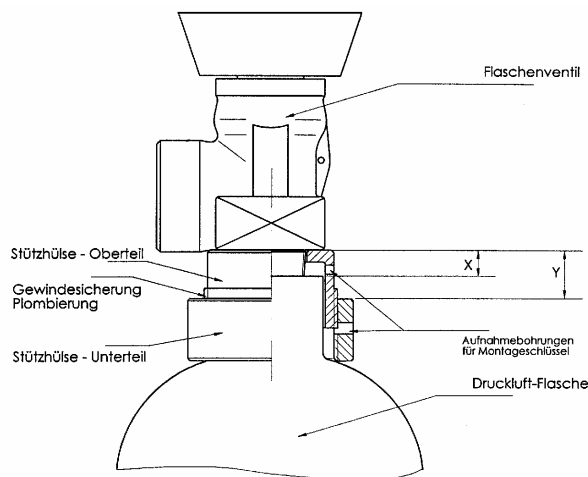

Abbildung 9
- Einschrauben des Flaschenventils von Hand (mit Kraft, ohne Dichtmittel!). Das Spaltmaß „X“ (siehe Abbildung 9) muß mehr als 5 mm betragen.
- Zusammenschrauben der Stützhülse (Oberteil in Unterteil) auf ein Maß Y von weniger als 10 mm (siehe Abbildung 9). Die Gewinde müssen unbedingt **fettfrei** sein. Der Radius am Gewindeauslauf des Unterteiles muß später auf der Flaschenschulter aufliegen.